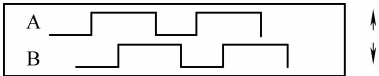

图 17-9 双路脉冲计数
- A 通道来脉冲，计数上升，B 通道来脉冲，计数下降，如图 17-9 所示。